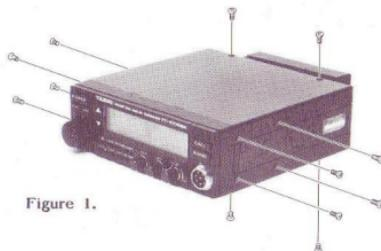

Figure 1.
- (1) Se desconecta el cable de alimentación, DC, y fijándonos en la Fig 1, se retiran los seis tornillos que sujetan la tapa del aparato, a fin de instalar el FTS-8 para la banda de 2 m. Si se vá a instalar el FTS-6 para la banda de 70 cm, se retiran los seis tornillos de la tapa inferior que constituye el fondo del aparato. En este caso se procurará no forzar los conductores del altavoz interno del aparato.